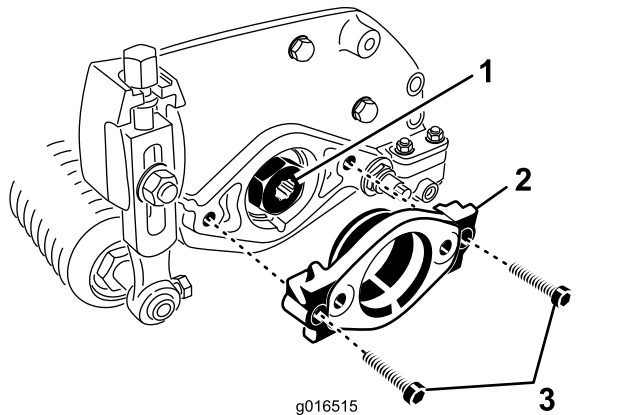

图8
2. 拆下将马达支架固定到滚刀组左端的 2 个内六角螺栓。拆下马达支架 (图8)。
3. 向传动轴花键的内径涂抹润滑脂 (图8)。
4. 在滚刀组左端的 O 形圈上涂抹一薄层润滑脂用之前拆下的 2 个内六角螺栓安装马达支架 图8。上紧螺栓扭矩至 1620N·m。